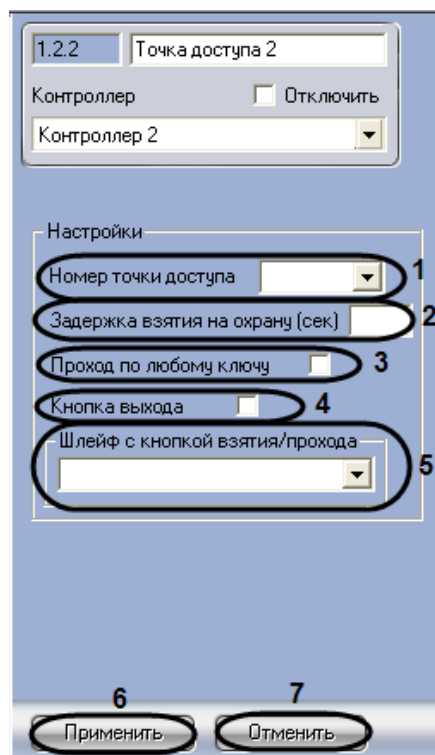

Рис. 3.6—4 Настройка точек доступа для прибора А16
2. Из раскрывающегося списка **Номер точки доступа** выбрать порядковый номер точки доступа (см. Рис. 3.6—4, 1).
3. В поле **Задержка взятия на охрану** ввести время в секундах, определяющее период времени после нажатия кнопки постановки на охрану, в течение которого необходимо предъявить ключ пользователя **Хозяин** для постановки зоны на охрану (см. Рис. 3.6—4, 2).